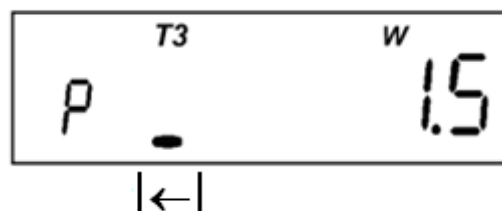

Рисунок 4.13
- прогнозируемая отпущенная активная мощность (отображается мнемоникой "*W*" и маркером "|←"). Только для двунаправленных счетчиков (Рисунок 4.13):